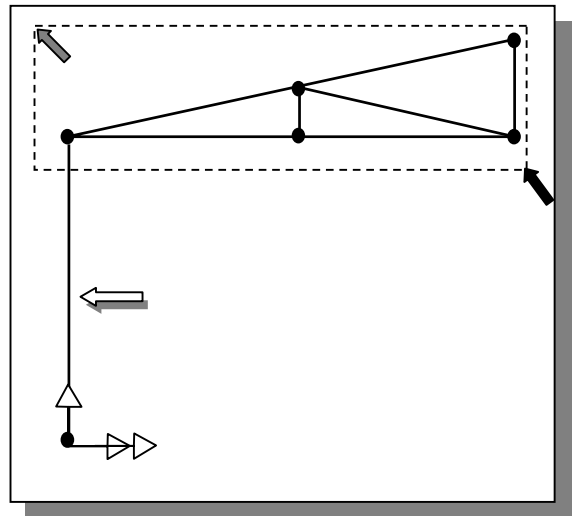

Fig. 24
- se selectează stâlpul (fig. 24)